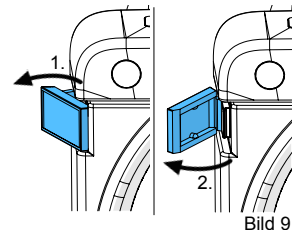

Bild 9
- Öppna luckläsen (bild 9).
- Ta bort insexnyckeln (22) från fästet.
- Ta av skyddskåpan (15).
- Lossa fästskruven (16) och ta av trimmerskivan.
- Sätt dit en ny trimmerskiva i låsstiften (17).
- Öppna lucklåsen (bild 9) och trimmerluckan.
- Skruva in avdragaren (11) i bärarflänsen (23) tills att bärarflänsen lossnar från axeln.